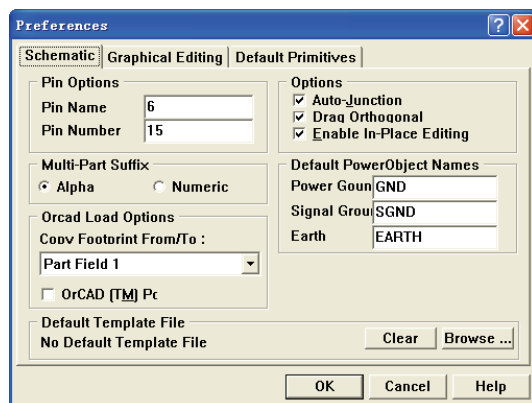

图 3-8 “Schematic” 选项卡
- “Schematic”选项卡:设置电路原理图的常规环境参数,如图3-8所示。